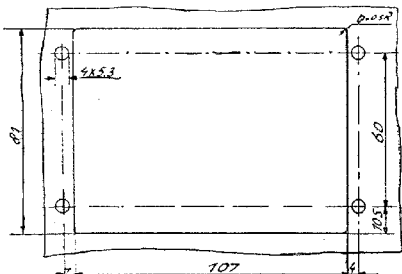

Fig. 1
- Bevestiging in het dashboard waarvoor de maten zijn aangegeven in fig. 1.